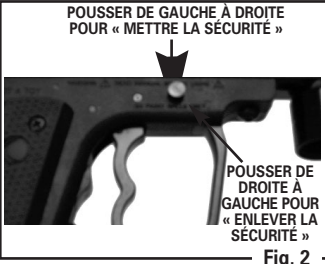

Fig. 2
- Repérer la SÉCURITÉ, placée presque au-dessus de la DÉTENTE (fig. 2).